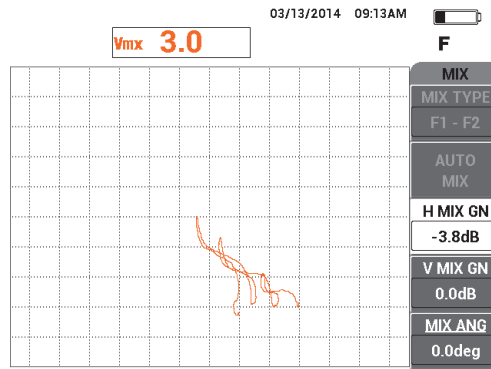

Abbildung 5-109 Einstellen von H MIX VERST
20. Drücken Sie zweimal die Menütaste MAIN FILTER () und dann die Funktionstaste D, um **V MIX GN** zu verringern bis der Signalgrundwert zwischen zwei horizontale Skalenteile passt (siehe Abbildung 5-109 auf Seite 220).